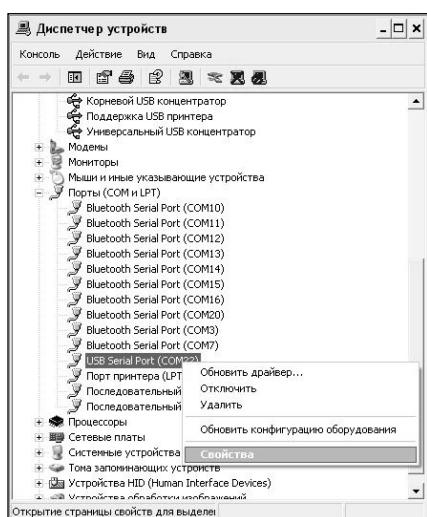
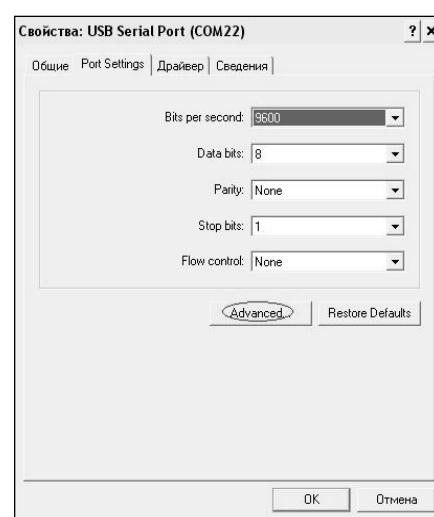
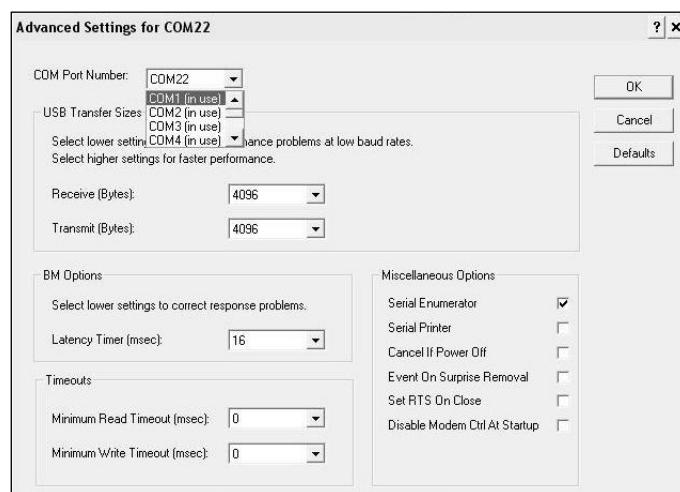

Рисунок 2.4 – Окно диспетчера устройств
Рисунок 2.5 – Окно свойств USB-порта
Рисунок 2.6 – Дополнительные настройки драйвера.
- найти строку «USB Serial Port (COM№)», в скобках указан номер COM-порта, если номер в скобках «1» настройка завершена - ничего менять не нужно, если номер не «1» необходимо вызвать окно свойств «USB Serial Port (COM №)» (правой клавишей мыши щелкнуть по строке USB Serial Port (COM №) и выбрать пункт меню «Свойства») (рисунок 2.4), перейти на вкладку «Параметры Окна», нажать кнопку «Дополнительно» (рисунок 2.5) и в выпадающем списке «Номер Com- порта» выбрать «COM 1» (рисунок 2.6), нажать кнопку «OK».